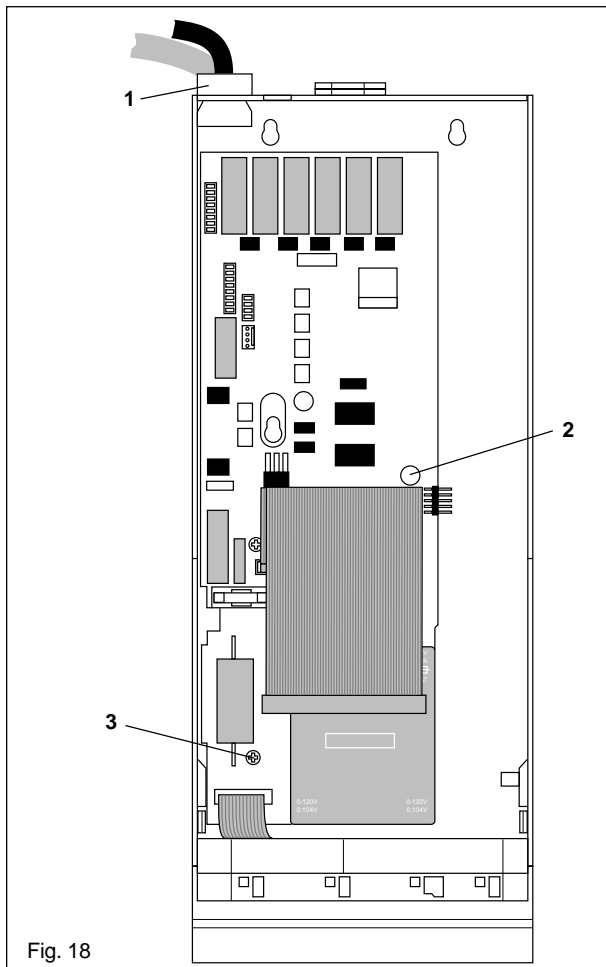

Fig. 18
- retirar el tapón falso (1) de la caja (si hay), después retirar los cables de la boquilla de paso en la caja hacia adelante, (fig. 18)
- Quitar los tornillos (2+3), (fig. 18),